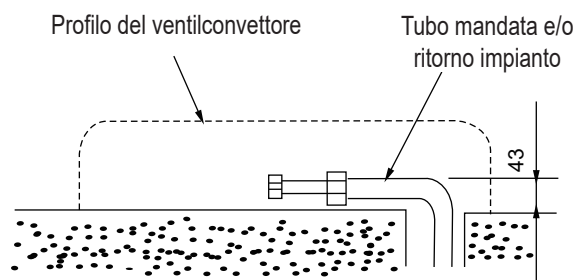

fig. 10
- Piegare i tubi di mandata e ritorno impianto come riportato in "fig. 10" assicurandosi che la distanza dal muro non superi i 43 mm.